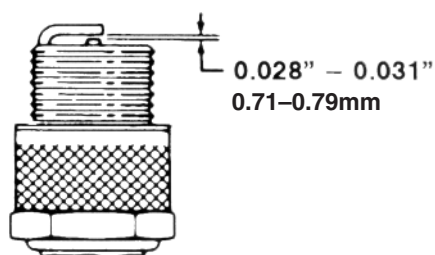

Bild 26
3. Stellen Sie den Elektrodenabstand auf 0,71–0,79 mm ein (Bild 26). Schrauben Sie eine Zündkerze mit korrektem Elektrodenabstand in den Zylinderkopf ein und ziehen sie auf 27 Nm fest.